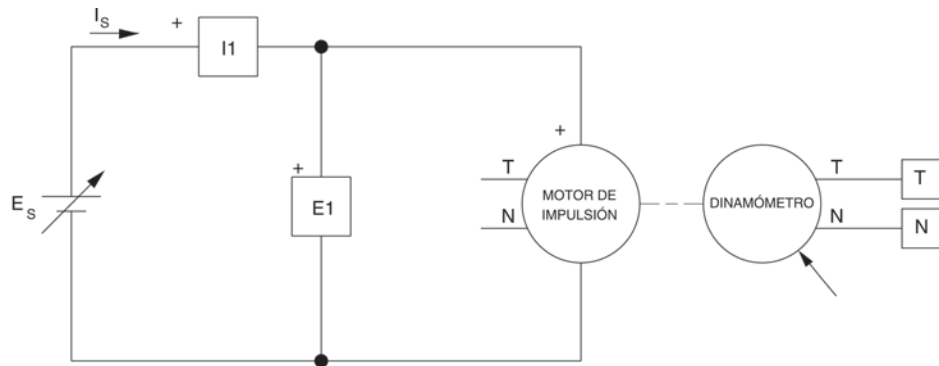

Figura 1-15. Medición de la potencia, las pérdidas y el rendimiento del Motor de impulsión.
En la primera parte del ejercicio, usted montará el equipo en el Puesto de trabajo, lo conectará como lo muestra la Figura 1-15 y realizará los ajustes apropiados en los dos módulos Motor de impulsión / Dinamómetro.
- 5. Conecte los módulos como lo muestra la Figura 1-15.